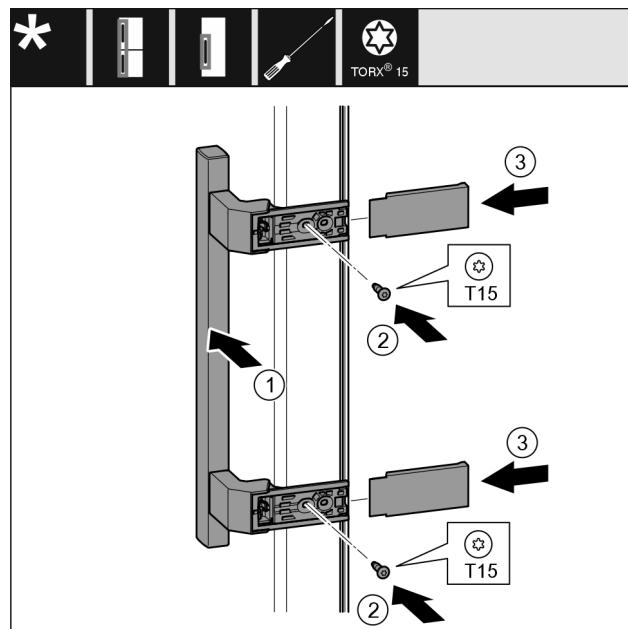

Fig. 22
- Встановіть ручку Fig. 22 (1) з протилежного боку.
- За допомогою викрутки закрутіть гвинти Fig. 22 (2).
- Встановіть кришки Fig. 22 (3) збоку та посуньте їх.